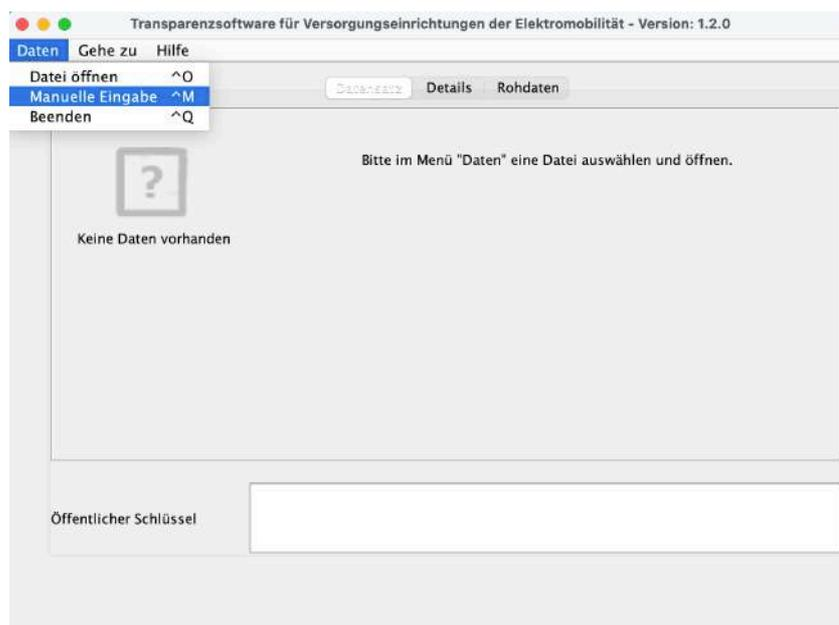

Abbildung 7: Eingabeformat der Signaturen
2. Das Datentupel kann entweder als Datei oder in Klartextform überliefert werden. Die Abbildung 7 zeigt die Auswahlmöglichkeiten.